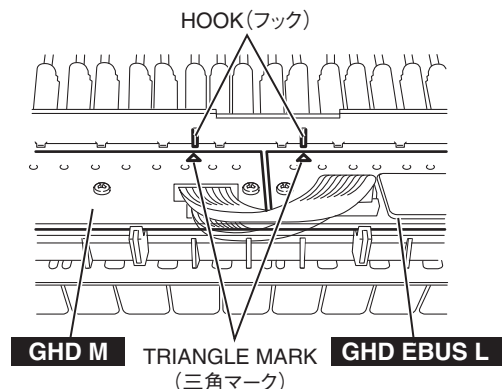

Fig. 26 (図26)
- \* **When installing the circuit boards, set it under hooks to align the triangle marks of the circuit board and projection parts of the frame as shown in figure 26.**
- ※ GHD M シートと GHD EBUS L シートを取り付ける際は、フレーム裏側にあるフック位置と基板の△マークが一致していることを確認してください。(図 26)